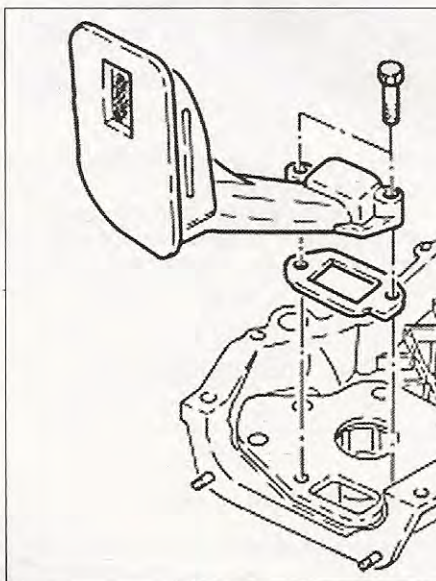

FIG. 11
- Desmontar el filtro de aspiración del cárter de distribución (fig. 11).